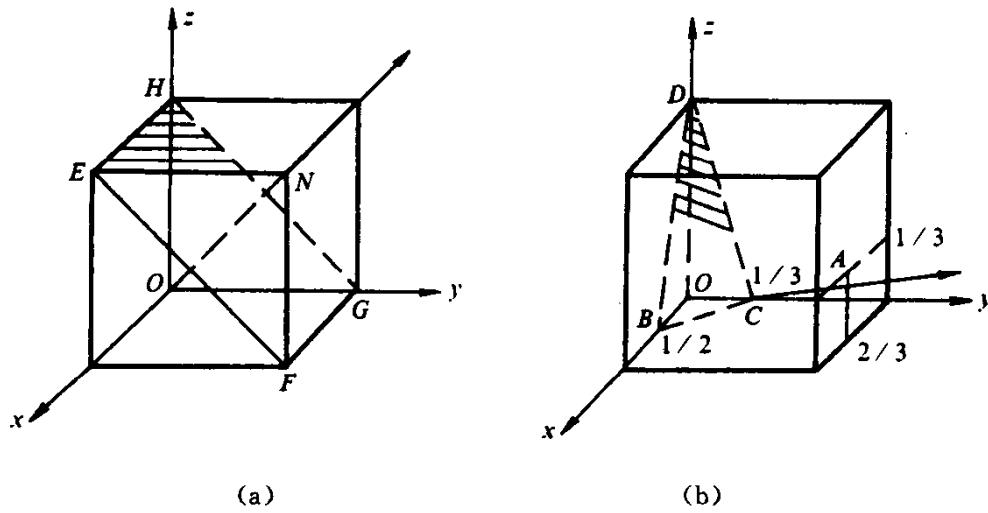

图 1-1 立方晶胞示意图
为了绘出(011)、(231)晶面及[111]、[231]晶向，首先在图 1-1 所示立方晶胞中建立坐标系。
对于简单指数值的(011)、[111]：如何求(011)晶面呢？先在图 1-1(a)中找出其相应截距
*再来分析(231),因一般要求在图1-1(b)所示晶胞中画出待求的晶面,故对其应按求晶面指数的步骤反向进行。即对于晶面指数(231),由于它是求倒数后得来的,所以首先对2,3,1分别取倒数得 $1/2, 1/3, 1$,此即所求晶面在坐标系中相应截距值;然后在图1-1(b)中分别找出该晶面在x、y、z轴上相应截距值 $1/2, 1/3, 1$;最后用直线将截距值对应的点连接,并用影线示出,此即为所绘的(231)晶面。
*对于晶向指数[231]:由于该指数值亦是经化简后得到的,那么首先应将2,3,1恢复至化简前的状态即 $2/3, 1, 1/3$;然后在图1-1(b)示晶胞中找出坐标值为 $(2/3, 1, 1/3)$ 的某点A;最后从坐标原点O出发,引一条射线OA,此即为所绘的具有[231]晶向指数的晶向。
见图1-1所示,图1-1(a)中EFGH晶面即为所求的(011)晶面,ON晶向即为所求的[111]晶向;图1-1(b)中BCD晶面即为所求的(231)晶面,OA晶向即为所求的[231]晶向。